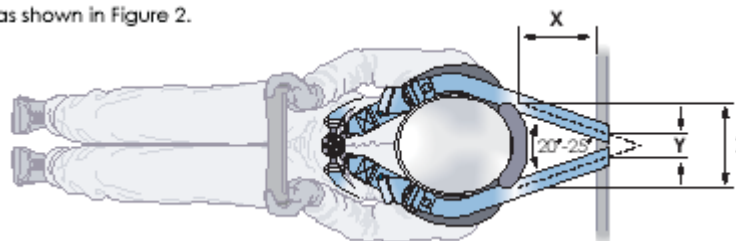

Рис.2 Положение точек крепления ремня для достижения нужного угла между лямками (при виде сверху).
2.3. Точки крепления плечевых лямок на автомобиле должны быть симметричны относительно вертикальной плоскости, проходящей через центральную линию сиденья водителя. При виде сверху угол между ремнями должен составлять приблизительно 20-25 градусов как показано на рис. 2
as shown in Figure 2.
- размер Z (мм) = ширина "воротника" HANS® как показано на Рис. 2 и 3
- размер X(мм) = расстояние от заднего края поверхности HANS® несущей нагрузки ремня до точки крепления ремня на автомобиле (мм) как показано на рис.2
- размер Y(мм) = "Разнос" по центрам двух плечевых лямок на точках крепления на автомобиле (мм) как показано на рис.2